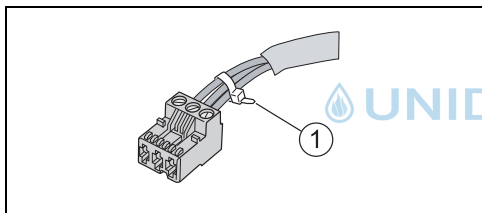

Bild 3 Leitungsadern fixieren
- Leitungsadern jeder angeschlossenen Leitung gegenseitig fixieren. Das kann durch kurzes Abisolieren des Leitungsmantels oder über Kabelbinder in der Nähe der Anschlussklemmen geschehen (→ Bild 3, Seite 5).